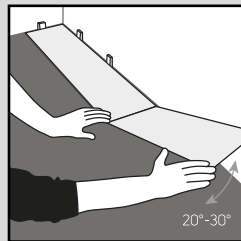

Fig. 2
2. Instale la primera fila, asegurándose de que los bordes cortos encajen entre sí (Fig. 2).